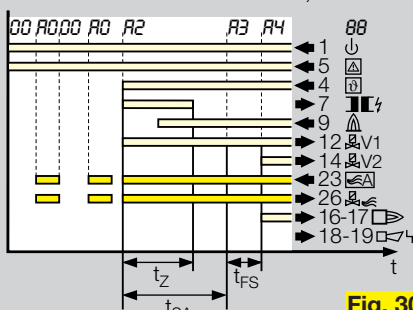

Fig. 30
2. Das Luftventil öffnet programmgesteuert (Fig. 30 + 31): Parameter 30 = 0: ohne Programmsteuerung
2. The air valve opens program-controlled (Figs. 30 + 31: Parameter 30 = 0: No program control
2. La vanne d'air s'ouvre en fonction des commandes du programme (Fig. 30 + 31) : paramètre 30 = 0 : sans commande de programme